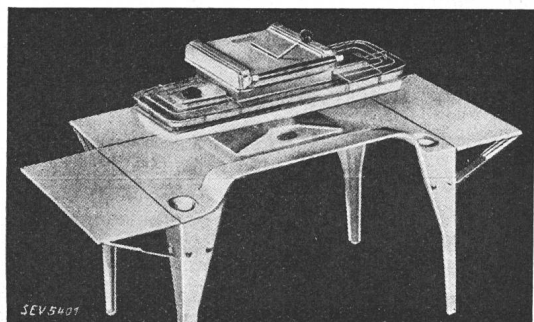

Fig. 51.
3. *Bügelmaschinen.* Ausser den bekannten Bügelmaschinen mit walzenförmigem Hezelement ist eine von der G. E. Co. herausgebrachte Maschine mit flachem Heizkörper neu auf dem Markt (Fig. 51) erschienen. Sie soll für mehr Arbeiten gebraucht werden können als die Maschinen alter Bauart und die Wäsche schonender behandeln (Knöpfe werden weniger zerdrückt als beim mangelähnlichen Betrieb).